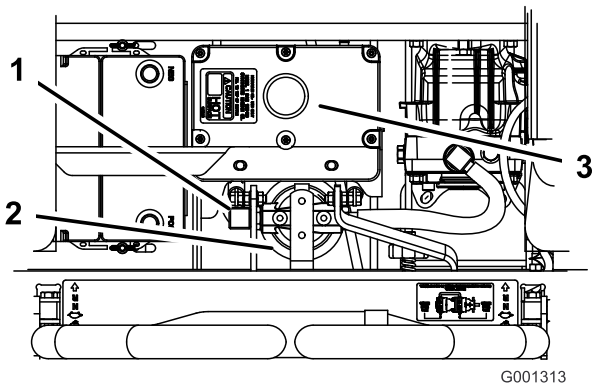

Figura 63
4. Togliete il tubo idraulico destro che entra nel riduttore (Figura 63).
6. Montate il tubo idraulico destro nell'adattatore (Figura 63).